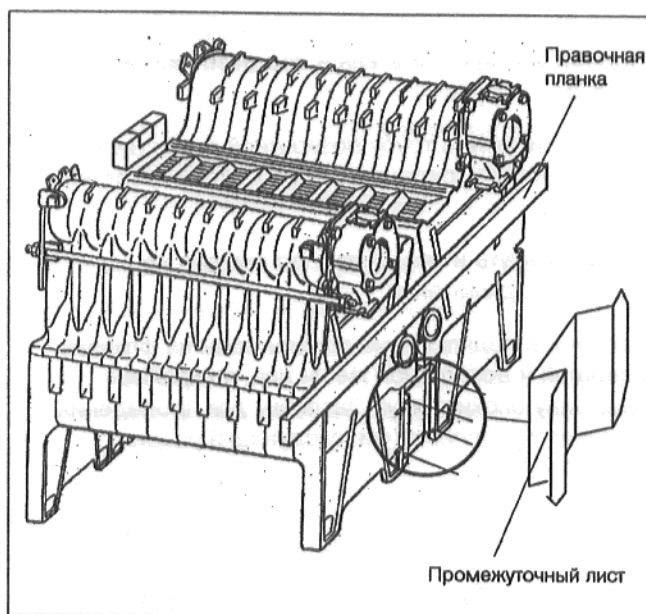

Рис. 9
- Придвинуть второй блок котла к промежуточным листам и выровнять положение блоков котла с помощью правочной планки и уровня (рис. 9).